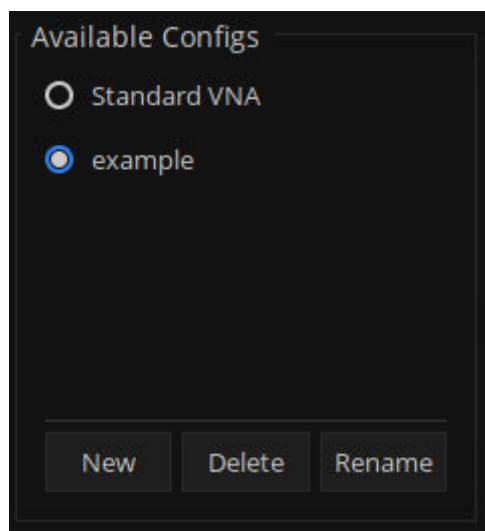

图 3-2 创建毫米波测量任务
3. 在毫米波测量设置界面的 **Available Configs** 选项卡中，点击 **New**，创建一个毫米波测量任务，本文将其命名为“example”，如图 3-2 所示。